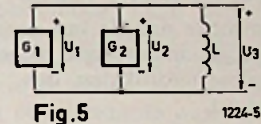

Fig. 5 1224-5
② In fig. 5 zijn G_1 en G_2 twee generatoren met inwendige weerstanden van resp. 1,25 k Ω en 5 k Ω .